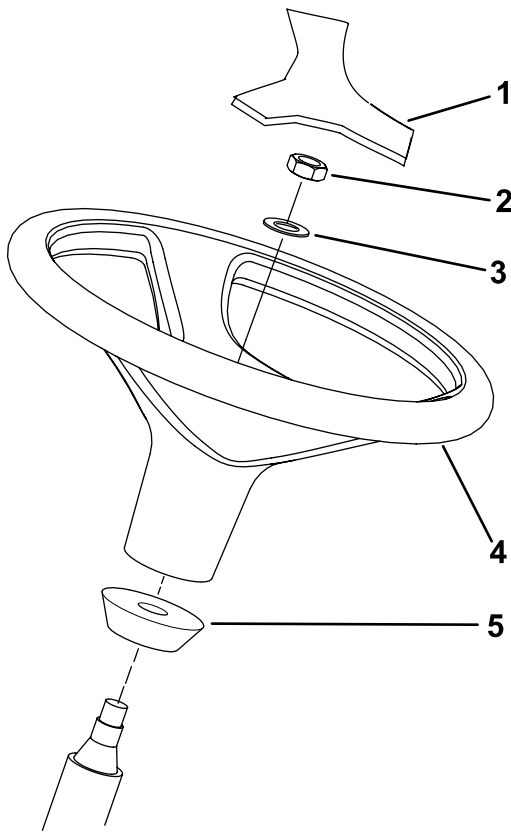

図 14
1. 出荷台からハンドルを外す。 図 14
**注** ステアリングシャフトについているウレタン製のカラーは外さないでください (図 14)。
- ハンドルとワッシャをステアリングシャフトにはめ込む (図 14)。
- ハンドルにカバーを取り付ける (図 14)。